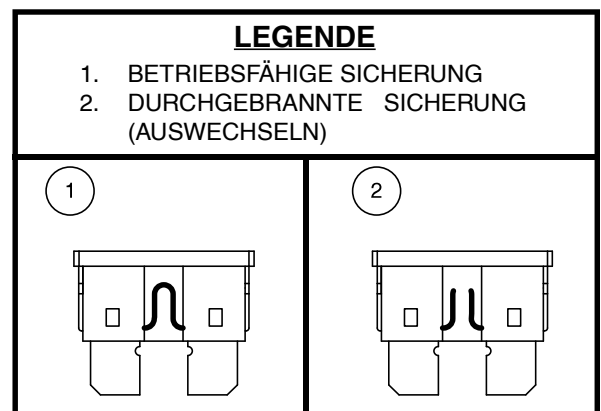

Abb. 30. Wechseln der Sicherung
2. Sicherung auf Durchbrennen überprüfen. **Siehe Abb. 30.**